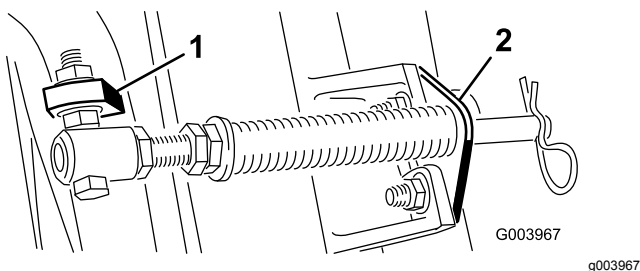

Figura 6
Nota: Posicione a cabeça do parafuso para o lado exterior do separador como se mostra na Figura 6.
- D. Monte o suporte da barra nos separadores da unidade de corte com os parafusos de carroçaria e as porcas (Figura 6).